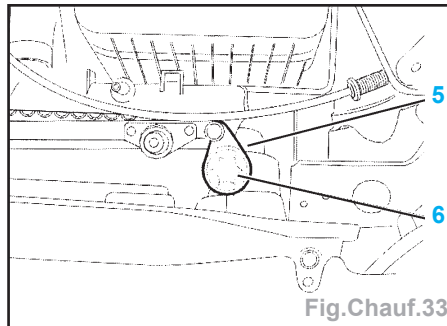

Fig.Chauf.33
- Desserrer la vis du frein (5) de la cartouche déshydratrice (Fig.Chauf.33).
- Dévisser la cartouche (6) à l'aide d'une clé Torx.